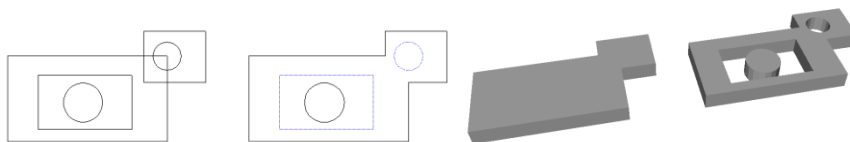

图 6-2 面片整合前后的拉伸结果比较
3. 在图中选择面片实体，回车确认。面片整合过程图示，如图 6-2 所示。